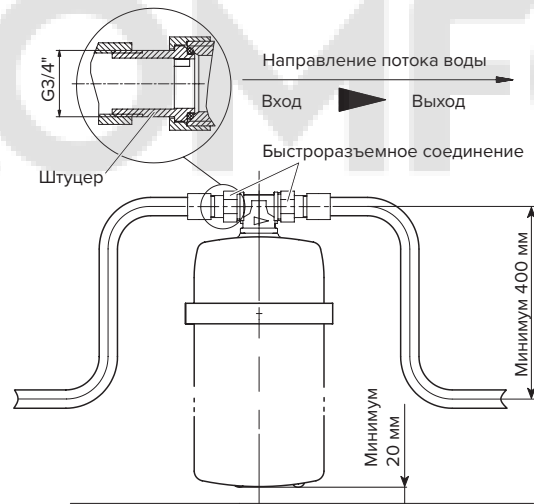

Рис. 2. Подсоединение корпуса водоочистителя к водопроводу
**ВНИМАНИЕ!** Важно не перепутать вход и выход водоочистителя. Острие треугольника на тройнике указывает направление потока воды (рис. 2).
Подводку желательно проводить металлопластиковыми или медными трубами. Труба должна оканчиваться штуцером (переходником) с внутренней резьбой G3/4" для подсоединения быстроразъемного соединения. Монтаж труб следует проводить в соответствии с размерами, приведенными на рис. 2. Рекомендуется обязать водоочиститель байпасной линией.